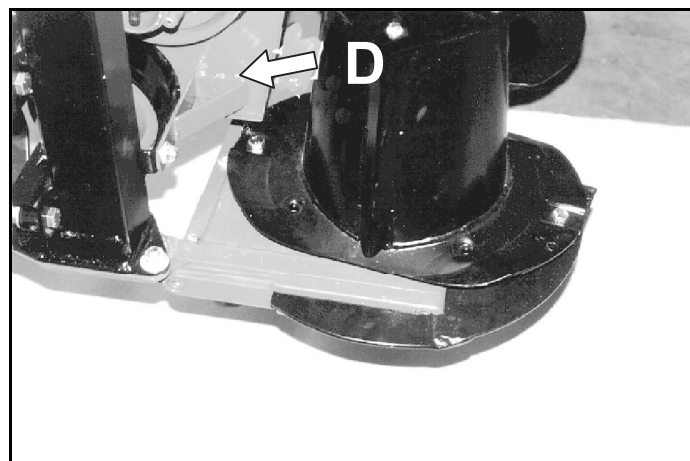

fig.25
- Per una maggiore facilità d'intervento rimuovere le paratie laterali **D** (fig.25).
- For easier access remove the lateral panels **D** (fig.25).
- Pour une plus grande facilité d'intervention il faut enlever les parois latérales **D** (fig.25).
- Para una mayor facilidad en las operaciones, quitar los mamparos laterales **D** (fig.25).
- Die seitlichen Schotte **D** (Abb.25) zum Erleichtern der Arbeiten abnehmen.